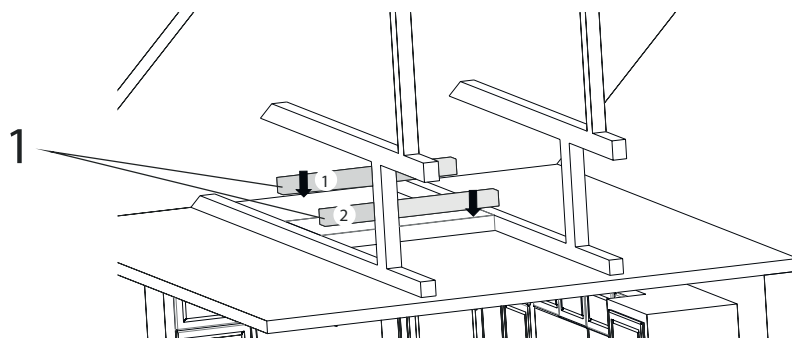

Fig. 7
2. ➤ Forbered spær/lægte som emhætten til slut endeligt kan skrues op i. (Fig. 7/1-2).